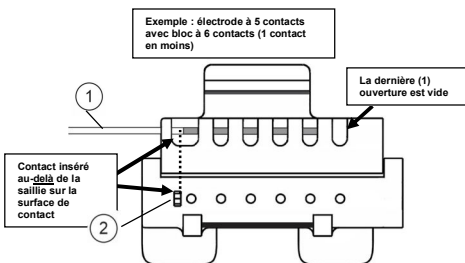
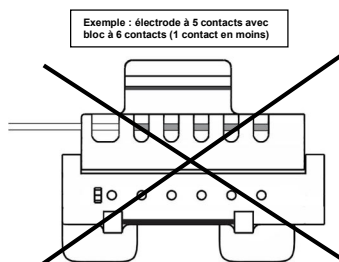

Figure 3. Positionnement correct de l'extrémité de l'électrode avec moins de contacts
Figure 4. Positionnement incorrect de l'électrode avec moins de contacts.
- 3.2. Pour les électrodes avec moins de contacts, insérer l'électrode jusqu'à ce que le dernier contact inséré soit aligné avec le côté éloigné de la première ouverture et dépasse la saillie sur la surface de contact. Voir Figure 3.
- 3.3. Ne pas insérer complètement l'électrode avec moins de contacts (illustré à la figure 4). Les fenêtres situées à l'extrémité opposée (à l'écart où l'électrode est insérée) doivent rester vides pour les électrodes ayant moins de contacts, comme illustré sur la figure 3.